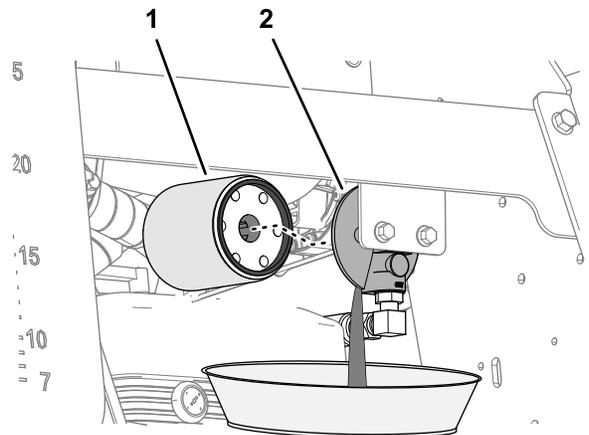

**Figura 100**
3. Limpie la zona alrededor del filtro hidráulico y el cabezal del filtro (Figura 100).